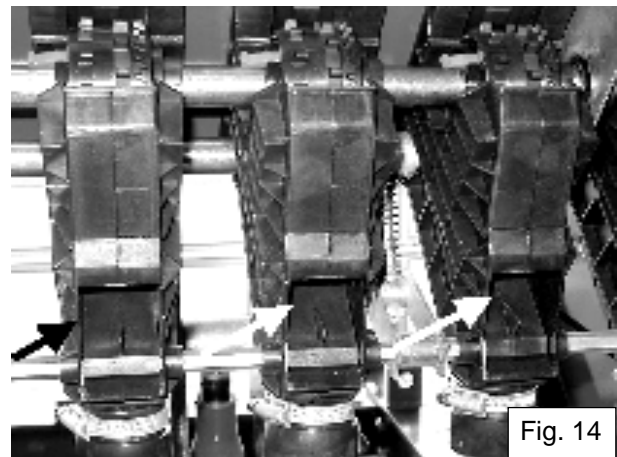

Fig. 14
- Open de leegkleppen (fig. 14) met sleutel (fig. 19)